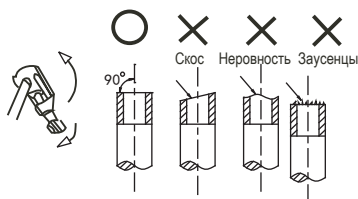

Рис. 7-1
- Отрежьте трубу необходимой длины с помощью трубореза (см. рис. 7-1).